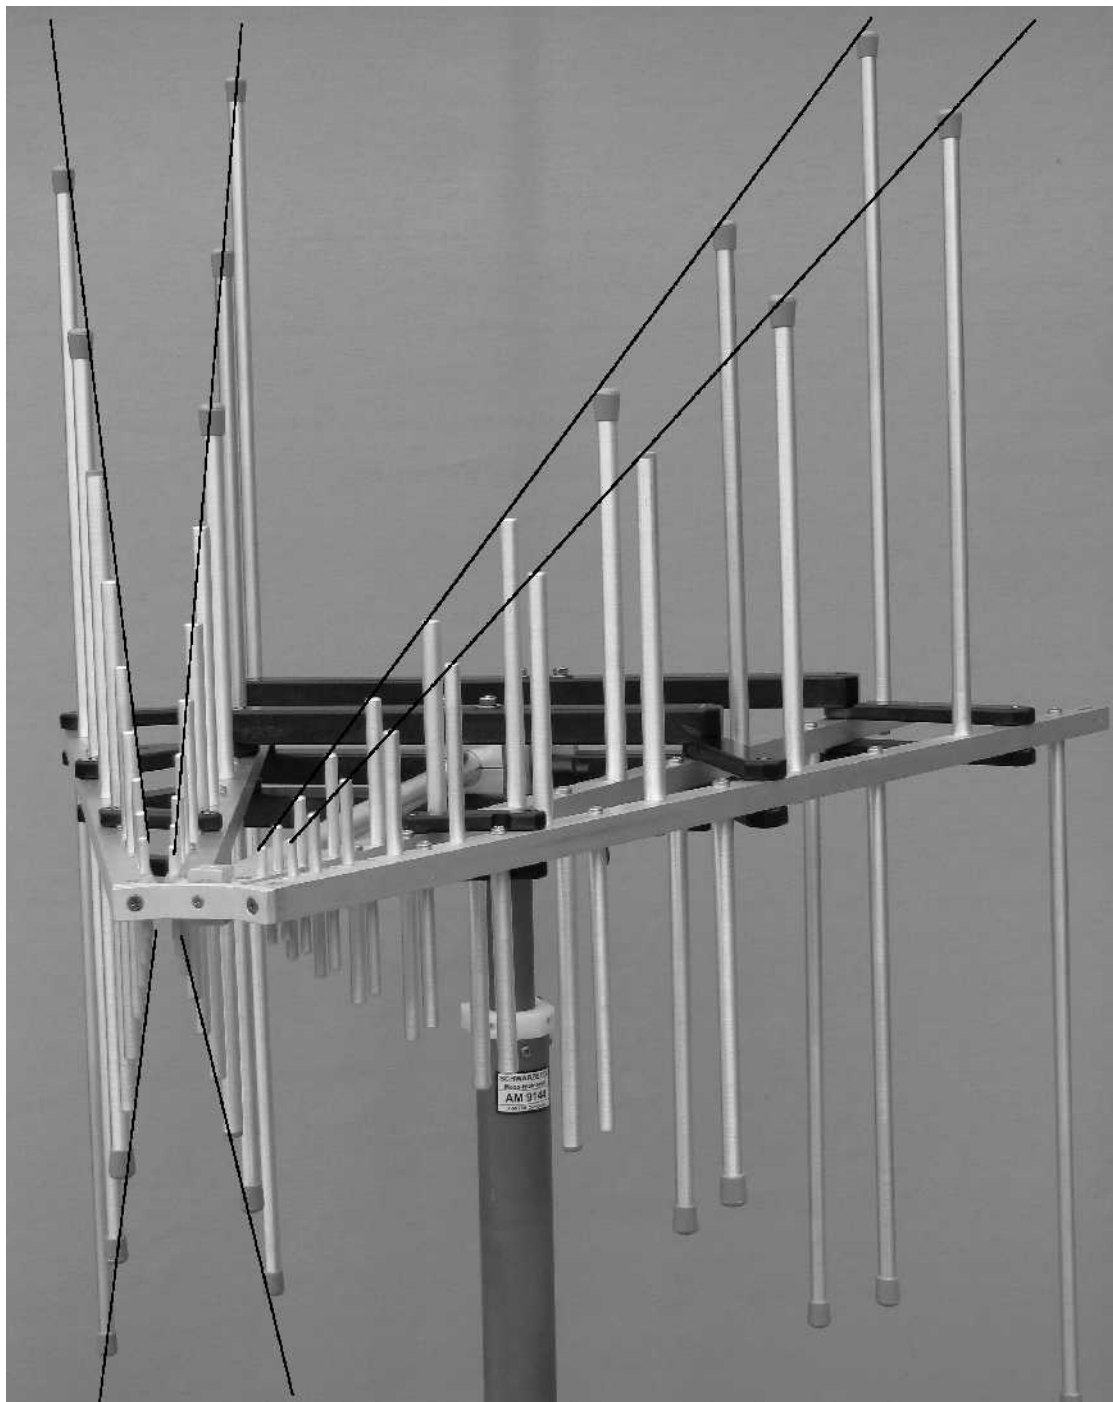

Fig. 1
- 2.) Sichtkontrolle durch „Entlangpeilen“ am Rand der Elemente (Fig. 1).
- 2.) *Visual control that all element tips span up a straight line. (Fig. 1).*